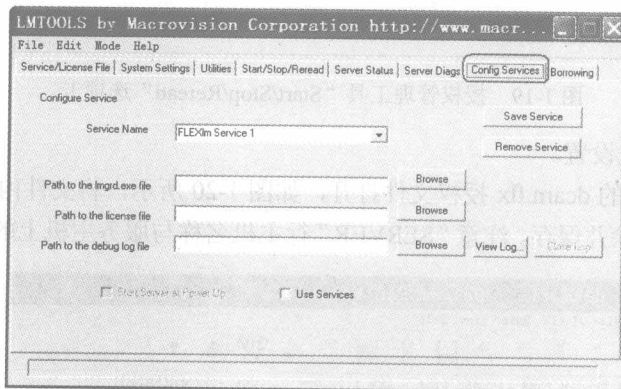

图 1-17 授权管理工具 Config Services 选项卡
④ 打开浮动授权管理工具界面，单击“开始”→“程序”→“Delcam”→“flex”→“flex3000”→“licence manager tool”命令弹出对话框，单击“Config Services”如图 1-17 所示选项卡。